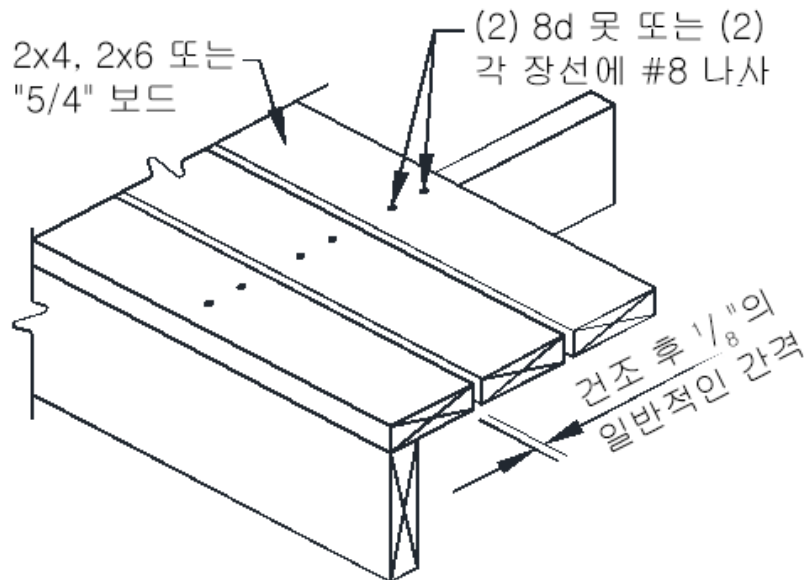

图 1: 典型的铺板
- 木制铺板应按照图 1 进行固定。如果在潮湿的情况下安装，放置铺板时无须在铺板之间预留间隙，干燥后的铺板之间会产生 1/8 英寸的间隙。只有在托梁下方安装了辅助支撑时，才允许使用隐藏式紧固件和类似的连接装置 - 见下一页。